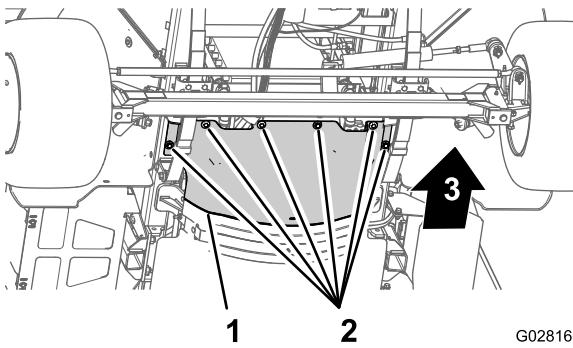

Figura 3
3. Retire los 6 pernos de cabeza hexagonal y las 6 arandelas que sujetan el protector térmico delantero al chasis, y retire el protector (Figura 3).